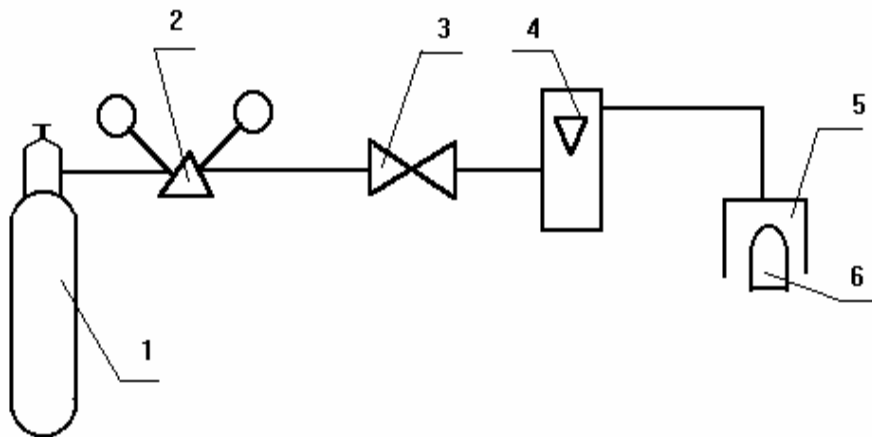

Рис.4. Схема поверки газоанализатора
- ◆ собрать схему измерений (рис.4);
- ◆ собрать схему измерений для поверки шкал прибор на метан, пропан, бутан (рис.4);